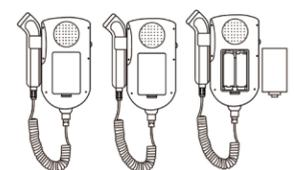

Abb. 4-2 Austausch der Batterie
① Drehen Sie das Gerät mit der Rückwand nach oben. Zuerst das Batteriefach öffnen, dann die Batterie aus dem Batteriefach entnehmen (**siehe Abb. 4-2**).
② Legen Sie zwei Batterien der Größe AA in das Batteriefach ein (die Richtung der Batterien entnehmen Sie bitte der Anleitung im Batteriefach) und schließen Sie das Batteriefach.